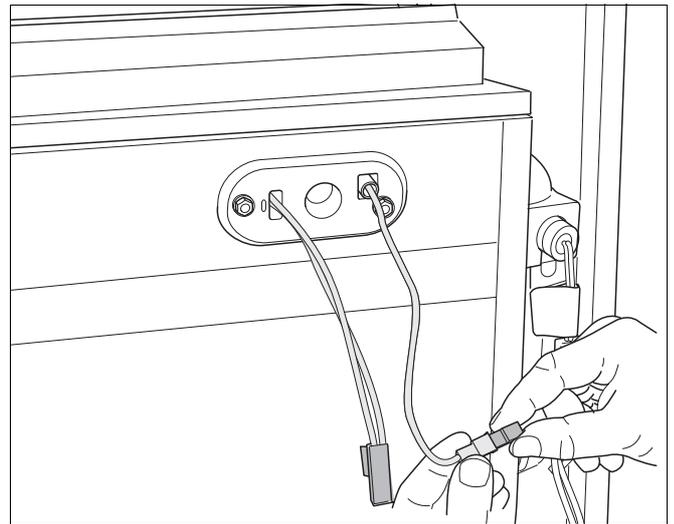

Fig. 90 Smontaggio degli elettrodi di ionizzazione dal giunto ad innesto
- Staccare il collegamento ad innesto del cavo del dispositivo di controllo (fig. 90).